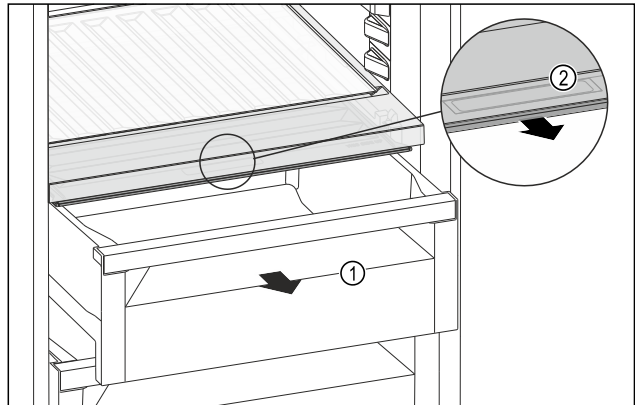

Fig. 158
- ▶ Извлеките выдвижной ящик *Fig. 158 (1)*.
- ▶ Возьмитесь за утопленную ручку *Fig. 158 (2)* на крышке отделения и одновременно потяните крышку отделения вперед.